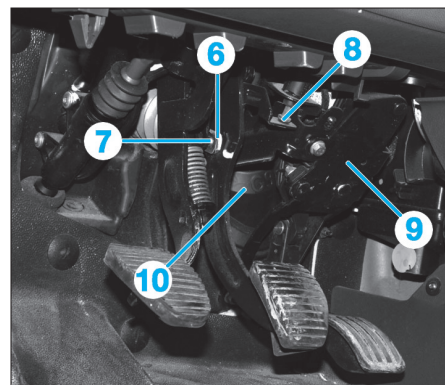
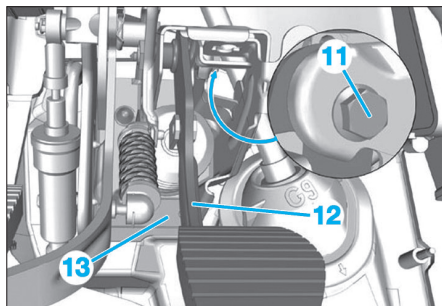
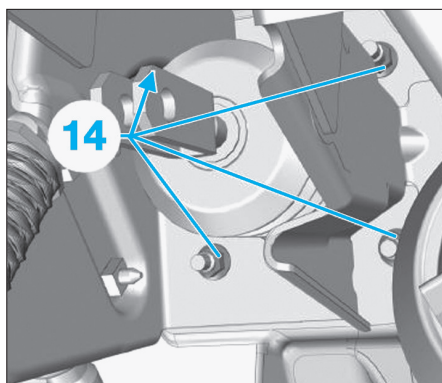

Fig. 15
Fig. 16
Fig. 17
- l'agrafe (6) puis l'axe (7) de la pédale de frein (Fig.15).
- le contacteur de feux stop (8).
- la pédale d'accélérateur (9).
- Dégrafer le joint de la colonne de direction (10).
- la vis (11) puis extraire la pédale de frein (12) (Fig.16),
- le joint du support pédalier (13).
- Déposer les 4 écrous et le servofrein (14) (Fig.17).
- le contacteur de feux stop (8),
- Déposer les 4 écrous et le servofrein (Fig.17).